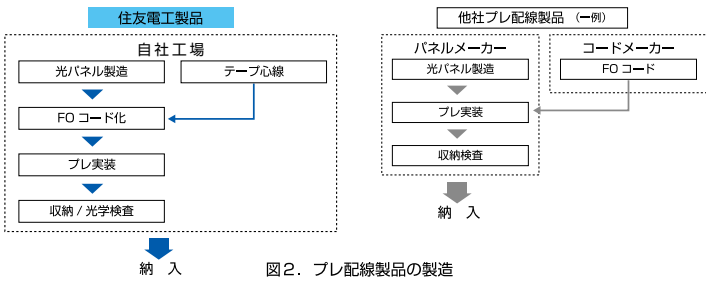

図2. プレ配線製品の製造
- 全て同一メーカー品を使用しており、「品質保証」および納入後の「アフターフォロー」も万全です。(図2参照)